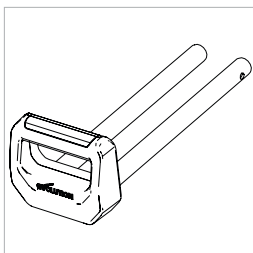

Fig. 4
- Las correderas del carro (**Fig. 4**)